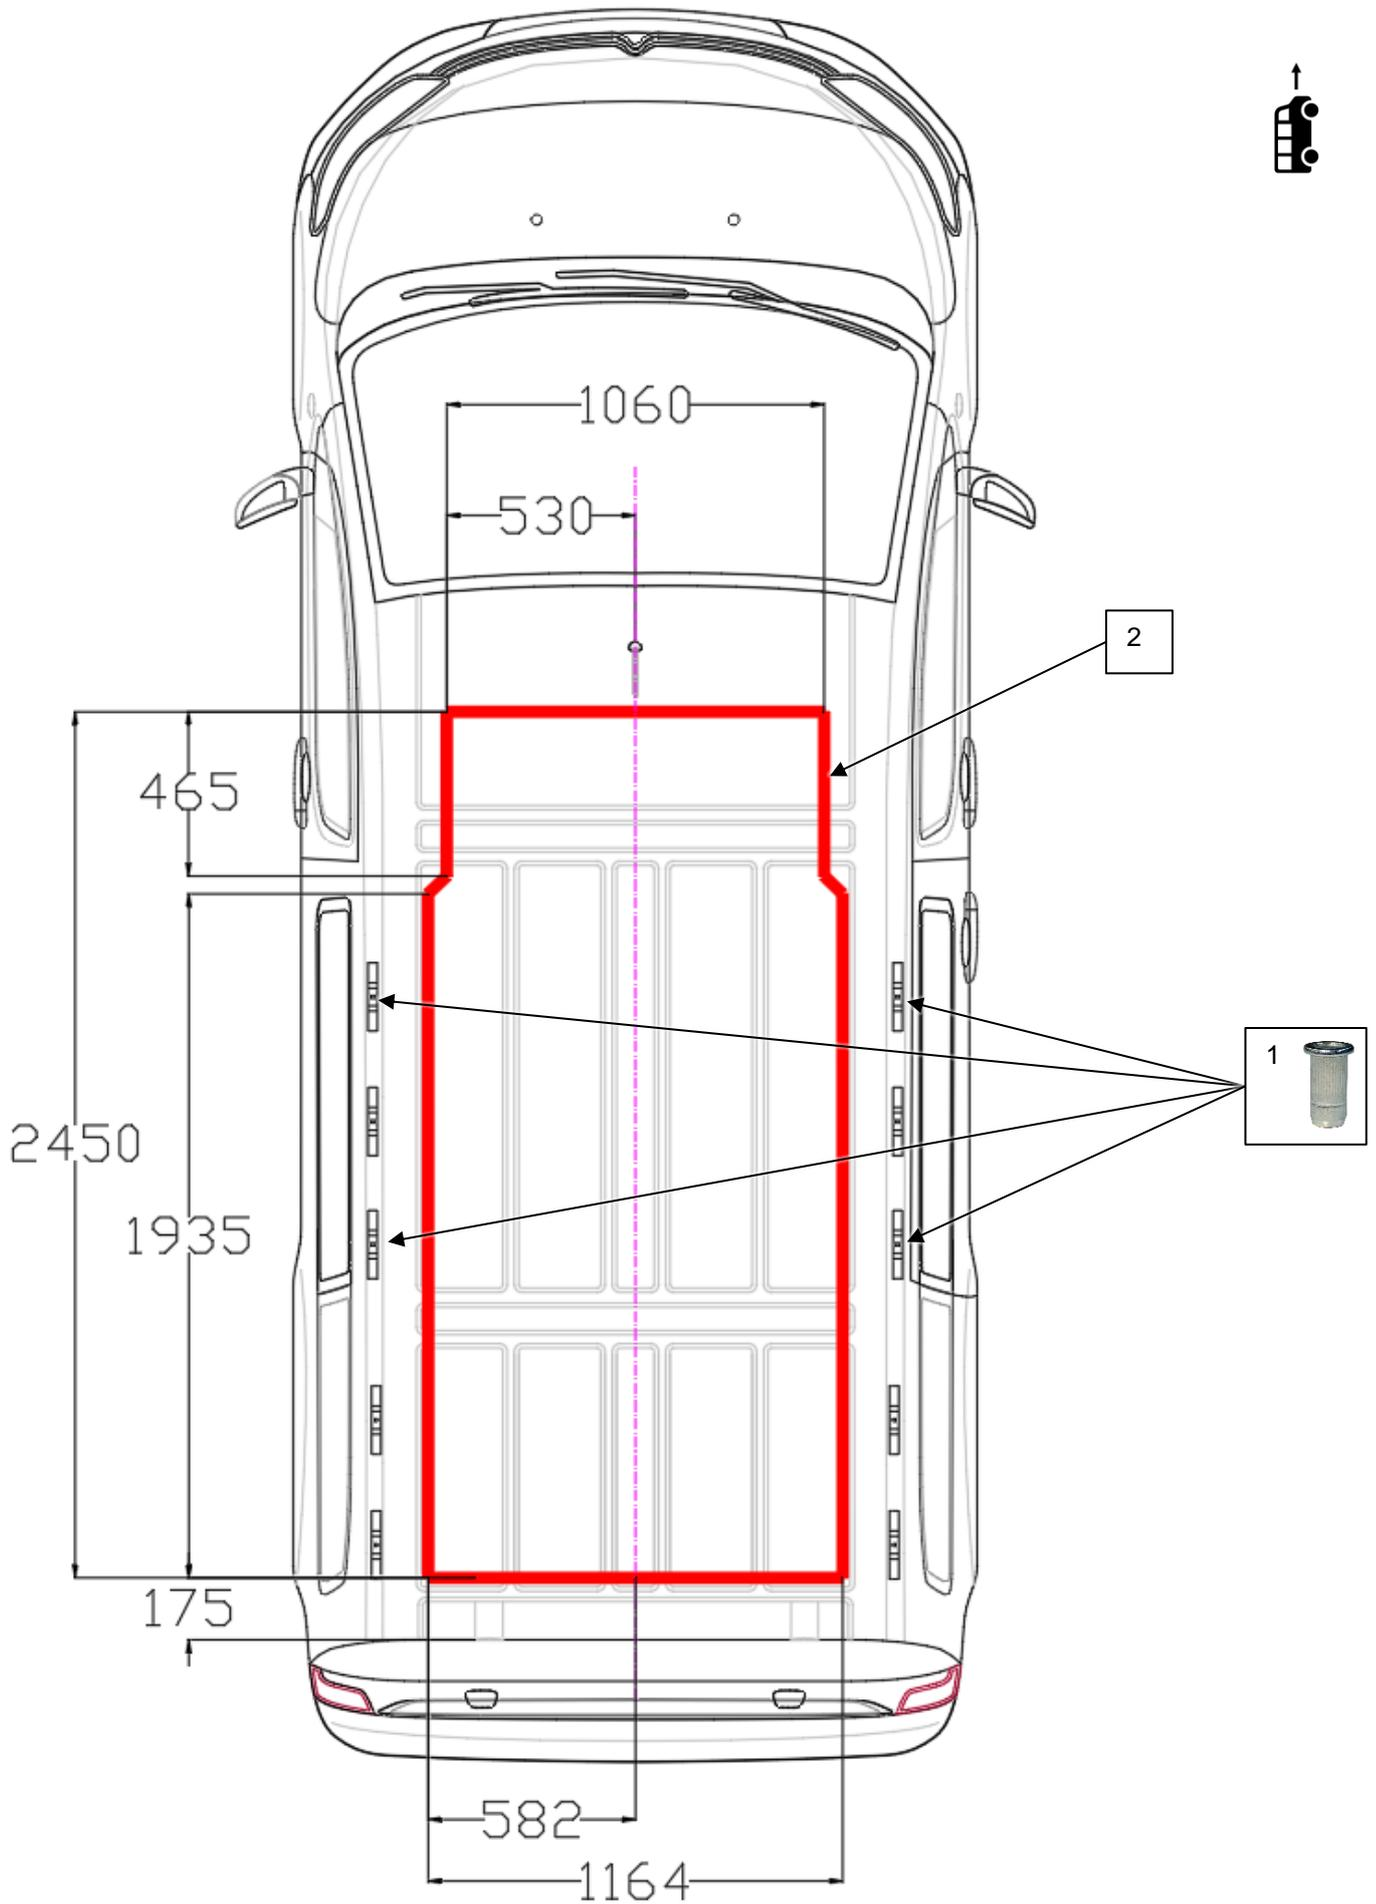

Abb. 2-1: Dachausschnitt [A0003986]
- Einnietmuttern in die Dachträgerhalterungen einsetzen (s. Abb. 2-1, 1)
- Nach Zeichnung Abb. 2-1 oder mittels Schablone (Art.-Nr. 10583-4, kann an den Einnietmuttern fixiert werden) die Maße (2) auf das Fahrzeugdach anzeichnen und anschließend überprüfen.